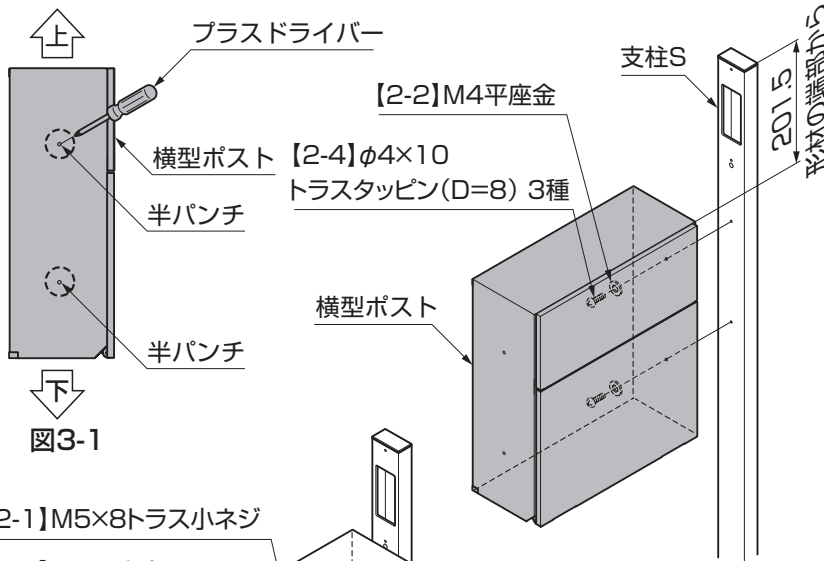

図3-1
- ①横型ポストの両面2ヶ所の半パンチにプラスドライバーをあて、ハンマーなどでたたいて孔をあけてください。(図3-1参照)
- ②支柱Sに横型ポストをポストの内側から【2-2】、【2-4】で固定してください。